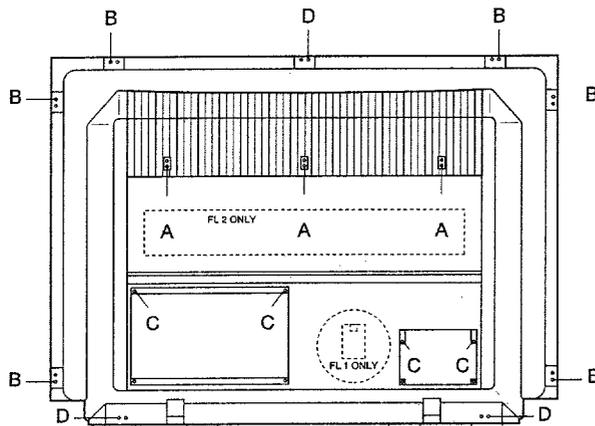

Fig.2
2. Retirar el panel trasero (fig. 2 y 3)